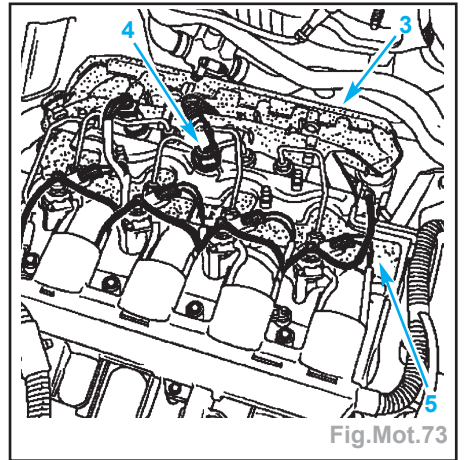

Fig.Mot.73
- Déclipper les cloisons latérales de la bavette en caoutchouc (3) (Fig.Mot.73).